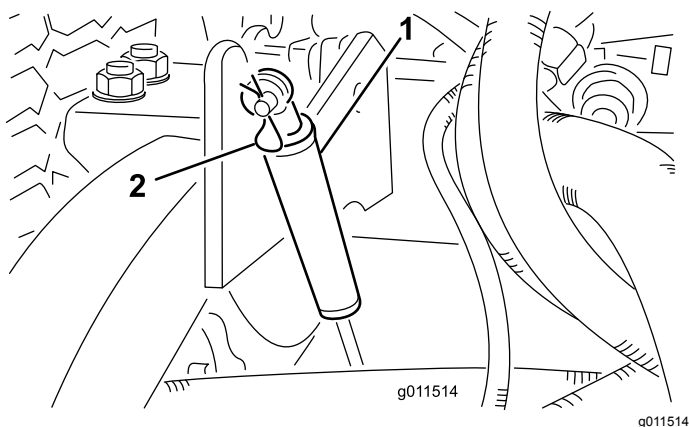

Figura 103
2. Togliete la coppiglia che fissa gli ammortizzatori ai bracci di sollevamento (Figura 103). Girate l'ammortizzatore verso la scocca.